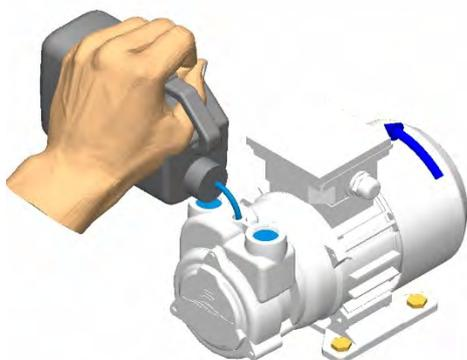

Fig. 1
**Riempire il corpo pompa di liquido dalla bocca di mandata o dall' apposito tappo di carico, per fare in modo che la pompa si adeschi "Fig.1"**, è questa un'operazione molto importante che deve essere effettuata al primo avviamento e tutte le volte che il corpo pompa rimane vuoto, per creare l'adescamento e per evitare il danneggiamento della pompa. Controllare il verso di rotazione, che l'elettropompa lavori entro il suo campo di prestazioni e che non venga superata la corrente assorbita scritta in targa.